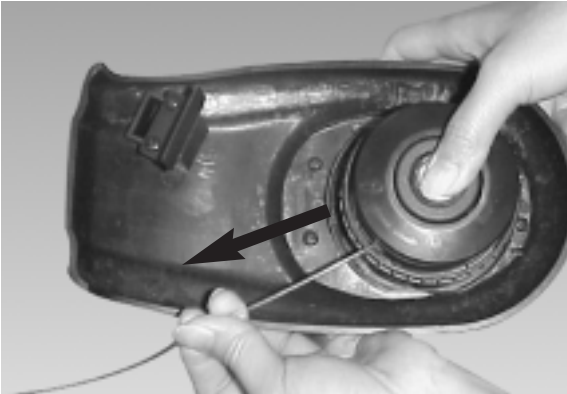

Fig. 23
9. Pour vérifier que le fil avance bien correctement, poussezle bouton avec votre pouce tout en tirant le fil avec vos doigts. Le fil doit pouvoir avancer librement. (Fig. 23).